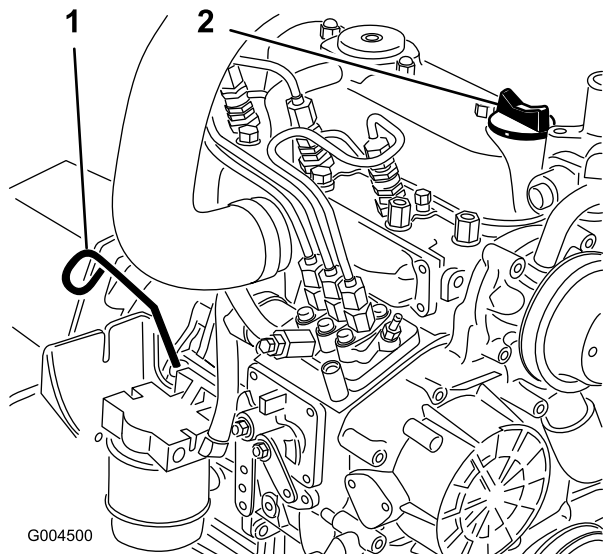

Figura 42
3. Togliete l'asta di livello (Figura 42), tergetela e reinseritela. Rimuovete l'asta e controllate il livello dell'olio.
4. Se il livello dell'olio non raggiunge il segno di pieno, togliete il tappo di riempimento (Figura 42) e rabboccate con olio fino a portarlo al segno Full sull'asta di livello.